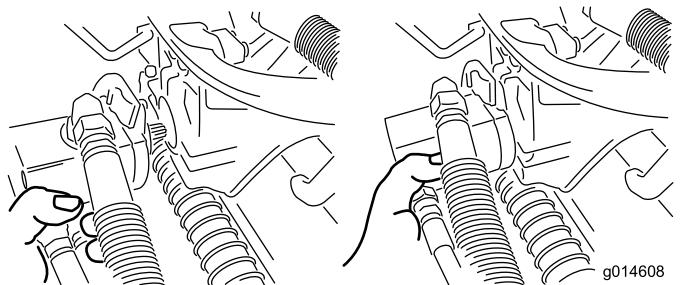

Figura 33
3. Mueva el motor al lugar de almacenamiento en la parte delantera del brazo de suspensión (Figura 33).